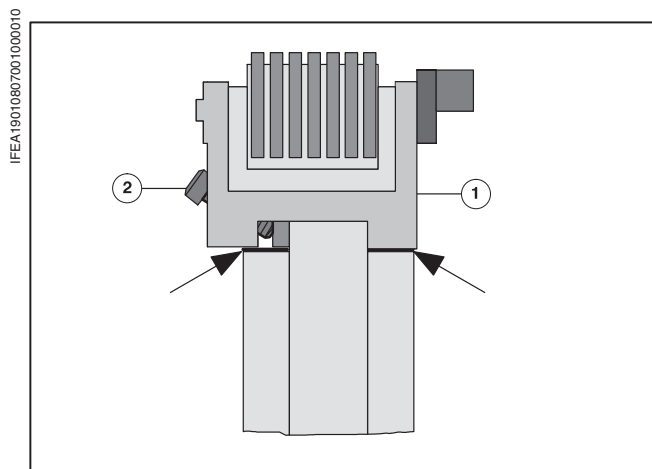

Рис. 43 Подложить прокладку под нумераторную головку
Если для какой-либо нумераторной головки или клише требуется больше прижима, чем для других, например, из-за значительного износа, прижим можно выровнять, подложив прокладку под нумераторную головку (Рис. 43/①) / держатель клише:
- ① Ослабить винт с внутренним шестигранником (Рис. 43/②) нумераторной головки/держателя клише.
- ② Вставить бумажную полоску требуемой толщины с обеих сторон (Рис. 43, стрелки) между посадочным кольцом и нумераторной головкой / держателем клише.